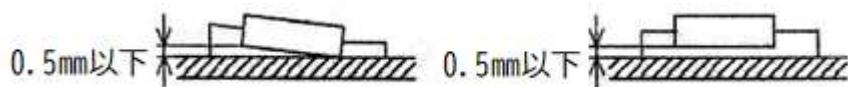

図1 抵抗の浮き上がり限界
(1) 部品の取り付け方向と表示
- ① 部品はすべて部品面に取り付ける。
- ② 部品はプリント基板に対して水平または垂直に取り付けるものとし、曲がりの範囲は1 mm以下とする。
- ③ 抵抗のリード線は、両端の間隔が4ピッチ ($2.54\text{mm} \times 4 = 10.16\text{mm}$) 以上となる位置で折り曲げること。
- ④ 抵抗の取り付け方向は、カラーコードが左から右方向へ、下から上方向へ読めるように取り付ける。
- ⑤ 部品の表示又は定格が識別できるように取り付ける。
(2) 部品の取り付け方法
- ① 抵抗は、プリント基板にほぼ密着させて取り付けること。なお、浮き上がり限界は図1に示すとおりとする。